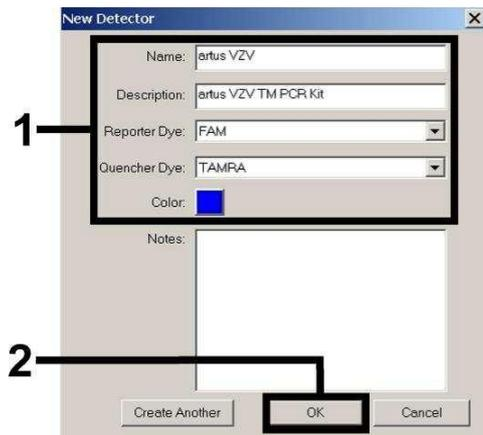
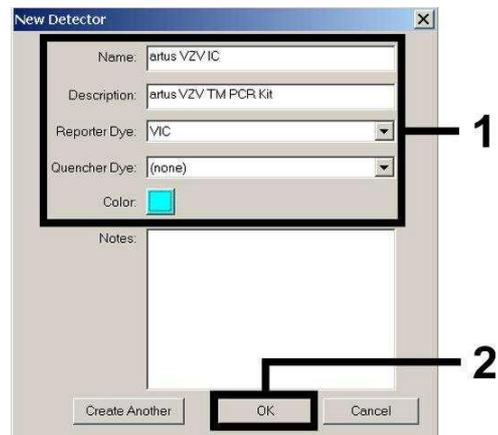
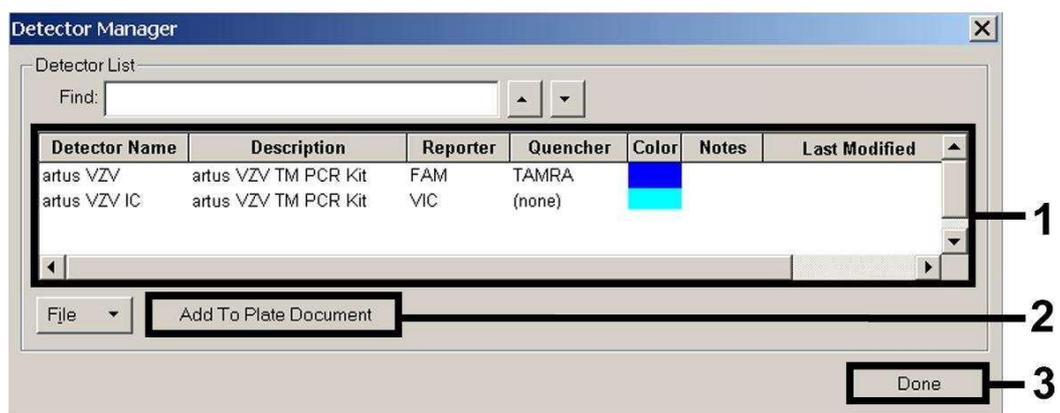

Abb. 4: Erstellung des VZV-spezifischen Detektors (*DetectorManager*).
Abb. 5: Erstellung des IC-spezifischen Detektors (*DetectorManager*).
Abb. 6: Auswahl der Detektoren (*Detector Manager*).
In dem nun erscheinenden Fenster definieren Sie (entsprechend Abb. 4 und Abb. 5) zum Nachweis von VZV-DNA die Reporter/Quencher-Kombination **FAM/TAMRA**, zum Nachweis der *Internen Kontrolle* wählen Sie die Kombination **VIC/none** aus. Durch die Bestätigung der Eingaben (OK) kehren Sie zurück zum *Detector Manager*. Markieren Sie die soeben erstellten Detektoren und transferieren Sie jede Auswahl durch Anklicken der Option *Add to Plate Document* zum *Well Inspector* (siehe Abb. 6). Schließen Sie das Fenster (*Done*).